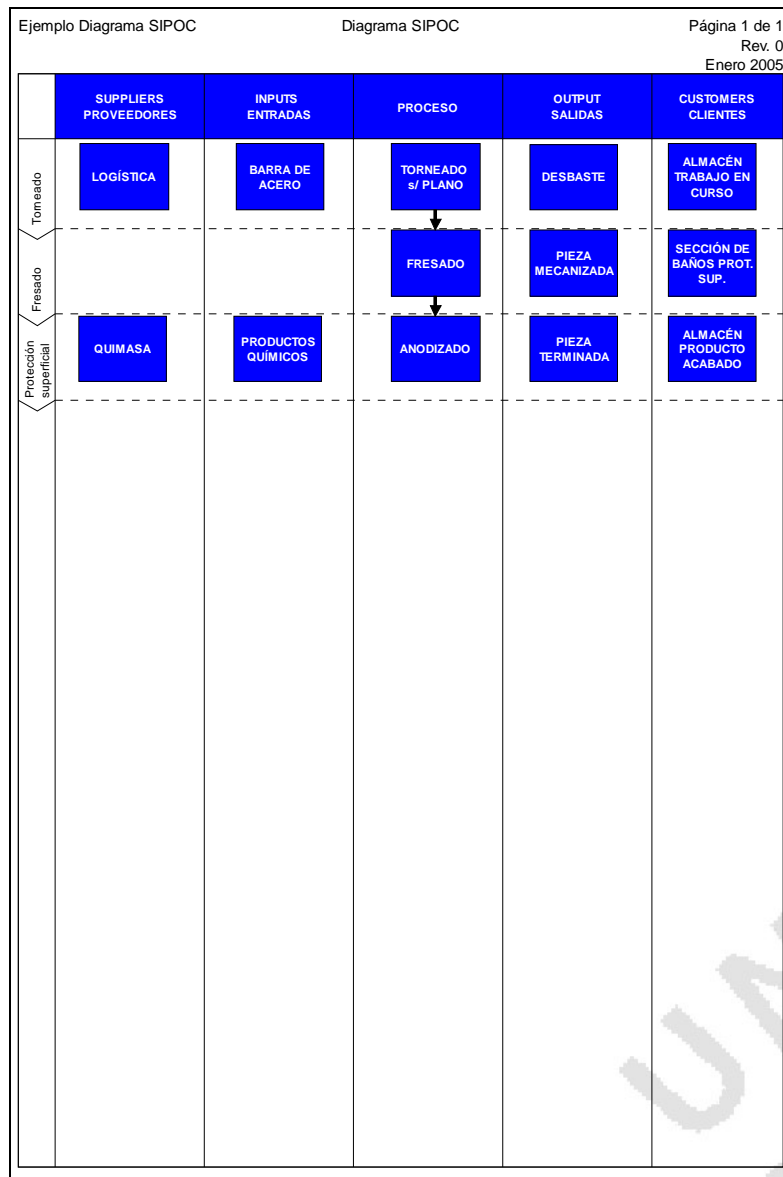

Figura 6: Ejemplo de diagrama SIPOC
- Dividir el proceso en las fases del proceso que se consideren relevantes. En el caso del ejemplo de la Figura 6, las fases son “torneado”, “fresado” y “anodizado”. Estas fases se indican en la columna “Proceso”.